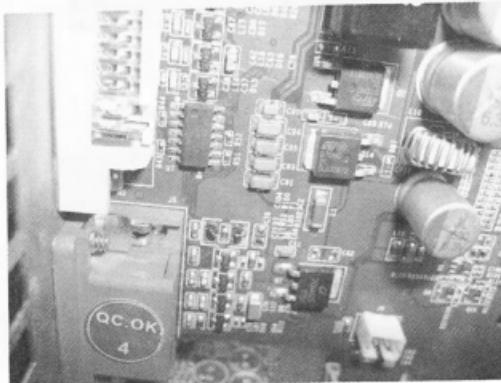

图 5-42 显卡接口供电 7805
(1) 在使用主板蜂鸣器时发现有报警一声，应该是主板识别到了显卡。此类故障一般为显卡的输出电路部分问题导致。观察显卡的输出接口电路（见图 5-42），有个 7805 芯片，测量出其有 5V 输出，说明输出接口电路正常。